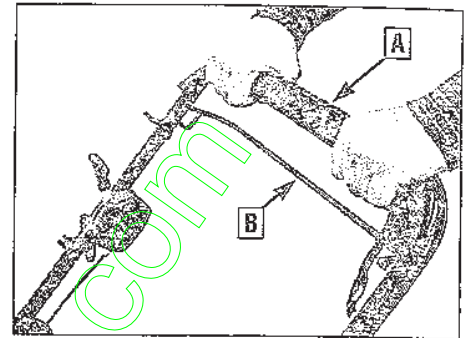

Figure 4-7 : Dégager les roues sans arrêter le moteur.
REMARQUE : Relâchez la barre d'entraînement des roues et continuez à maintenir la barre de contrôle de la présence de l'opérateur (A, Figure 4-7) pour faire une pause sans arrêter le moteur ou pour manœuvrer dans des endroits étroits ou difficiles.
- Pour des virages courts, relâchez la barre d'entraînement des roues (B, Figure 4-7) mais continuez à maintenir la barre de contrôle de la présence de l'opérateur (A). L'entraînement des roues est dégagé mais le moteur continue à tourner.